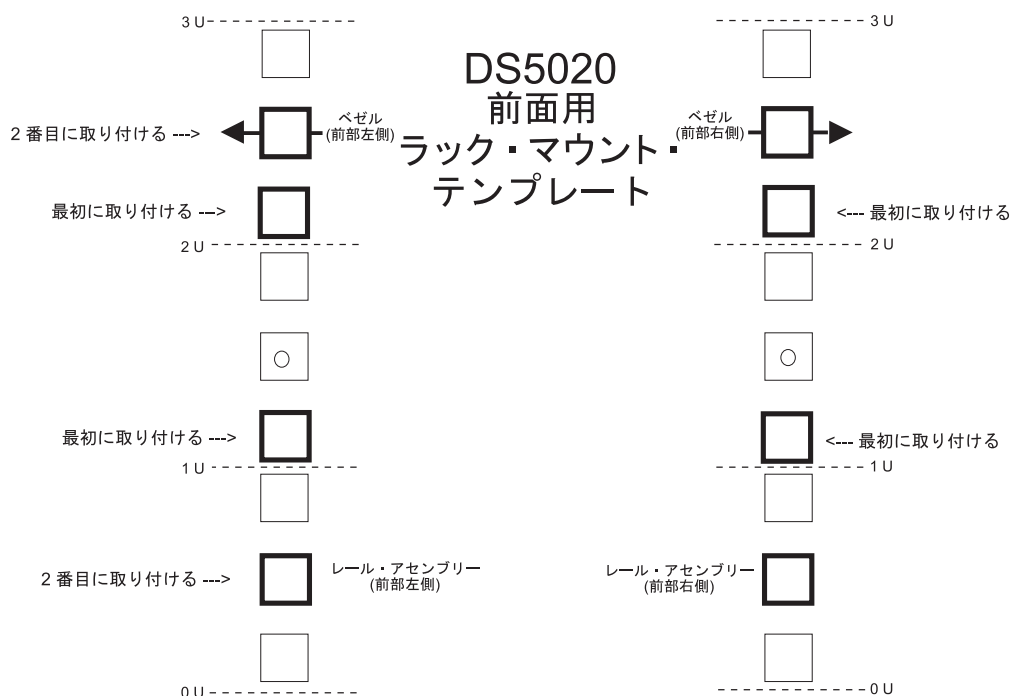
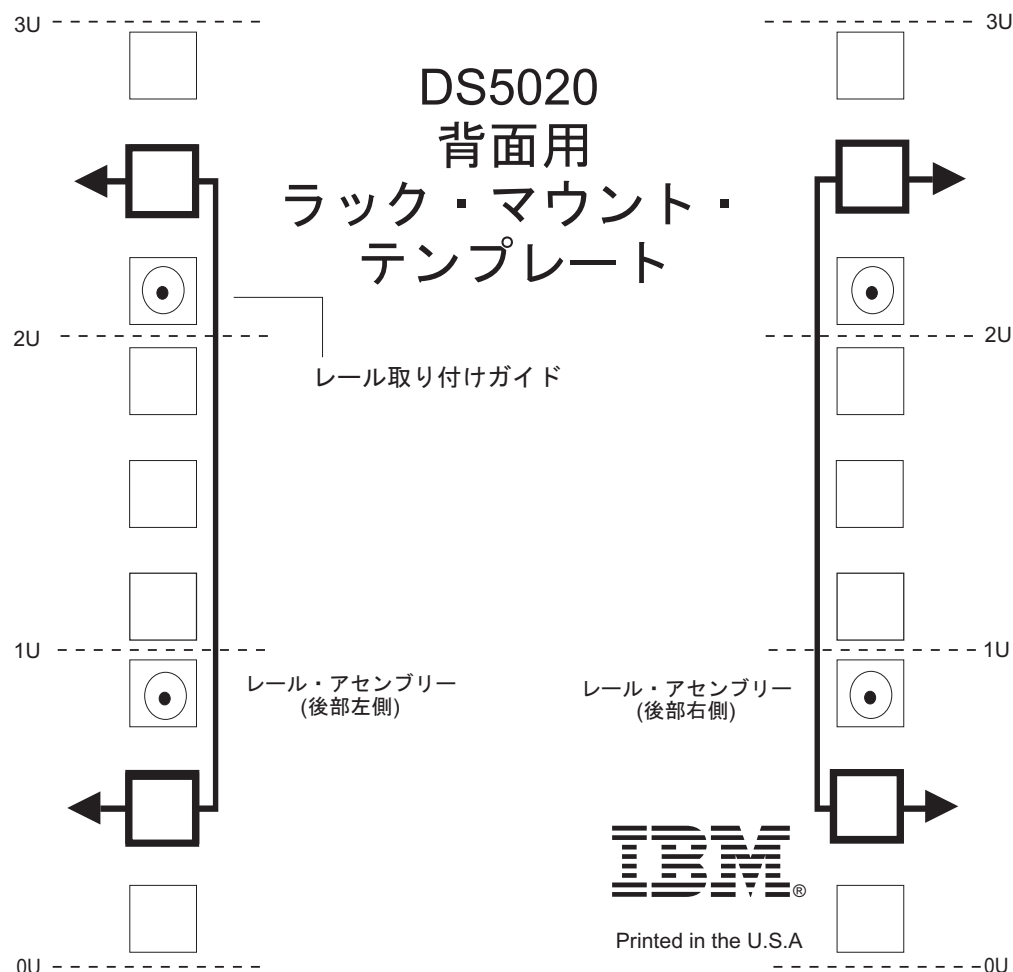

図 13. 前面用ラック・マウント・テンプレート
図 14. 背面用ラック・マウント・テンプレート
サポート・レールと DS5020 ストレージ・サブシステムをラック・キャビネットにマウントする際に M5 ねじを挿入する場合は、次のテンプレート (図 13 および 39 ページの図 14) を使用して、正しい位置を確認してください。テンプレートでは、M5 ねじの位置が強調表示されています。
重要: ラック・マウント・テンプレートの複製コピーは、191 ページの『付録 B. ラック・マウント・テンプレート』に記載されています。テンプレートを本書から切り取る場合は、191 ページの『付録 B. ラック・マウント・テンプレート』のコピーを使用してください。サポート・レールと DS5020 ストレージ・サブシステムをラック・キャビネットにマウントする際に M5 ねじを挿入する場合は、前出のテンプレート (38 ページの図 13 および 39 ページの図 14) を使用して、正しい位置を確認してください。テンプレートでは、M5 ねじの位置が強調表示されています。
- レールのへりの線がストレージ・サブシステムの下部と並んでいます (39 ページの図 14 の 0 U 境界)。
- 注:** 必ず、38 ページの図 13 で最初に取り付ける というラベルが付いているねじを取り付けてください。